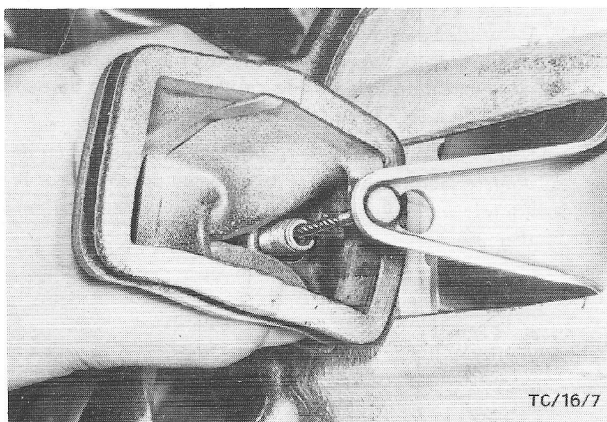

Fig.27 Koppelingkabel uit koppelingvork losmaken.
6. Maak de koppelingkabel los, door de stofhoes van het koppelinghuis te nemen, waarna de koppelingkabel wordt teruggedraaid en uit de koppelingvork wordt losgemaakt (fig.27).